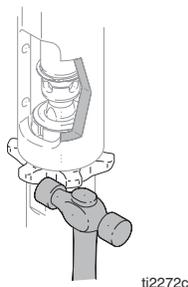

FIG. 9
3. Fig. 9. Desserrer l'écrou. Dévisser la pompe.